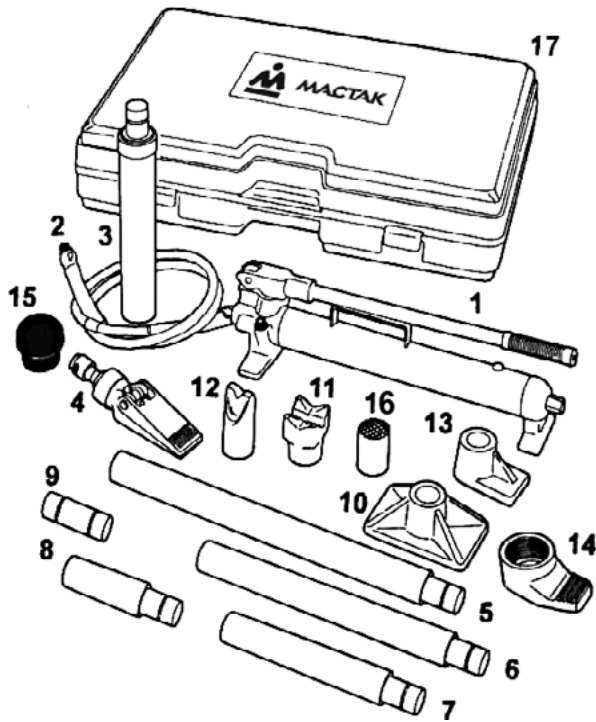

Рис. 1
Набор гидравлического инструмента представляет собой компактный и удобный в эксплуатации комплект из гидравлического насоса (Рис.1, п.1), гидравлического цилиндра (Рис.1, п.3), удлинителей для упрощения работы (Рис.1, п.5-8) и специальных фигурных соединяющих насадок (Рис.1, п.11-16). Набор применяется при проведении кузовного ремонта и работ с каркасом. Умело комбинируя насадки и удлинители, можно добиться непревзойдённой эффективности в производстве кузовных работ. Используется как любителями, так и профессионалами.
1. Выберите из набора необходимое оборудование для Ваших целей и присоедините данное оборудование к рабочему цилиндру (Рис.1, п.3).
2. Перед началом работы убедитесь в прочности крепления всех насадок и правильности их положения на рабочем цилиндре, а также в надёжности соединения шланга гидравлического насоса (Рис.1, п.2) с цилиндром (Рис.1, п.3) или с распорной клиновой насадкой (Рис.1, п.4).
3. Если нагрузка на поршень цилиндра приходится не по центру, работайте осторожно. Если для подачи давления в цилиндр (Рис.1, п.3) требуются дополнительные усилия, остановите работу и постарайтесь откорректировать положение системы таким образом, чтобы нагрузка в большей степени приходилась по центру. Это должно уменьшить требуемое усилие.